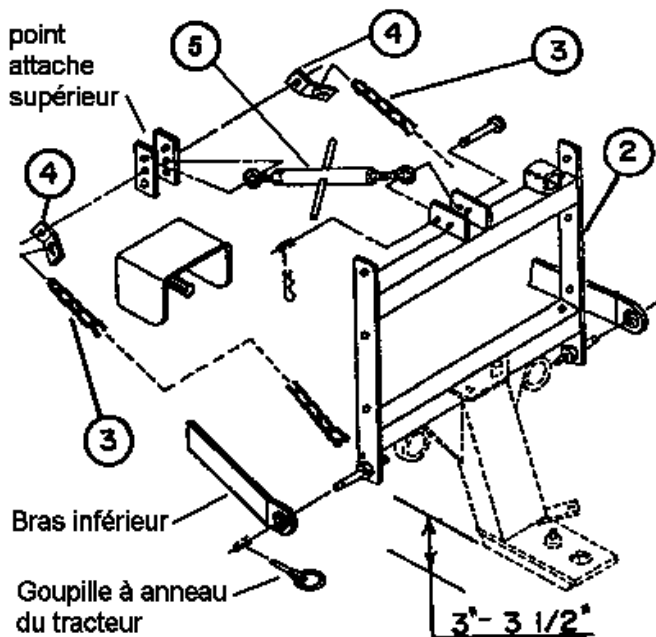

Figure 12
1. Installez une attache de chaîne (fig.12 , item 4) sur chaque côté du point d'attache supérieur du tracteur. Rattachez à la goupille du tracteur à l'aide de la goupille anneau du tracteur.
3. Installez le bras ajustable du tracteur (fig. 12, item 5) à l'attache 3 points ou au porteur arrière (fig. 12, item 2) dans le premier trou. Fixez le bras ajustable afin que l'attache 3 points ou le porteur arrière soit perpendiculaire au niveau du sol .
4. Attachez la chaîne de contrôle de profondeur (fig.12, item 3) à la plaque de fixation de chaînes (fig.12, item 4). Dans le cas d'une installation avant du balai, ajustez la chaîne pour que le bras de l'attache 3 points arrête entre 3" et 3 1/2" du niveau du sol.